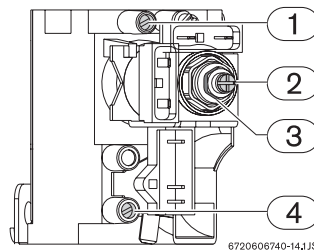

Fig. 3 Puntos de medición de presión
- ▶ Utilizando la tuerca de ajuste (Fig. 3, pos. 3) regule la presión hasta alcanzar los valores indicados en la tabla 1.
- ▶ Utilizando el tornillo de ajuste (Fig. 3, pos. 2) regule la presión hasta alcanzar los valores indicados en la tabla 1.